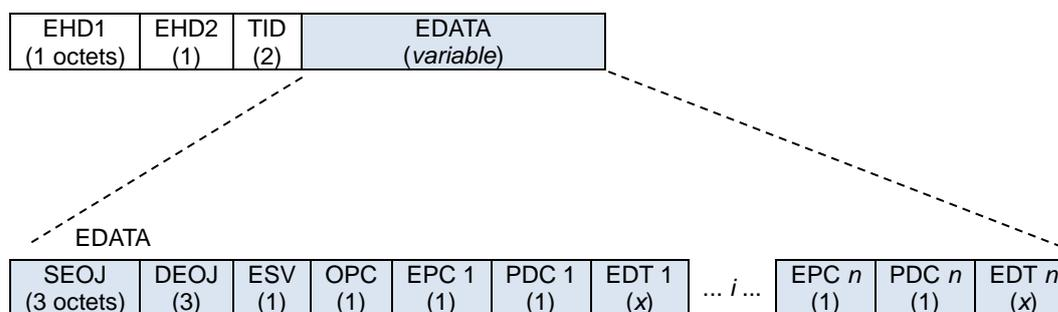

図 5.3-1: フレーム フォーマット
ECHONET Lite のフレーム フォーマットを図 5.3-1 に示します。
- 0x81: EDATA (後述) が図 5.3-1 のフォーマットの場合